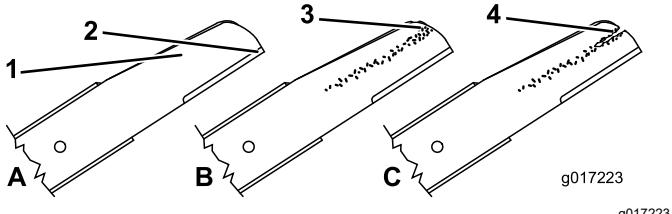

Figure 27
1. Examinez le tranchant des lames (Figure 27). Si elles sont émoussées ou présentent des indentations, déposez les lames et affûtez-les ou remplacez-les.
2. Inspectez les lames, et plus particulièrement l'aillette (Figure 27). Remplacez immédiatement toute lame endommagée, usée ou qui présente une entaille.